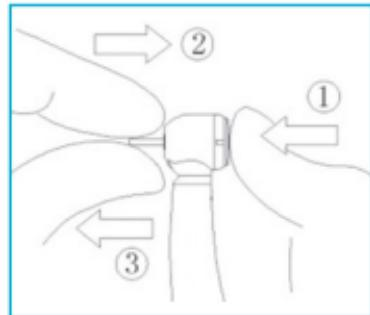

Fig. 8-1
Pulse cuidadosamente el botón pulsador con el pulgar e inserte simultáneamente la fresa de carburo o la fresa de diamante (Fig. 8-1①②).
Pulse el botón pulsador con el pulgar y saque simultáneamente la fresa de carburo o la fresa de diamante (Fig. 8-1①③).